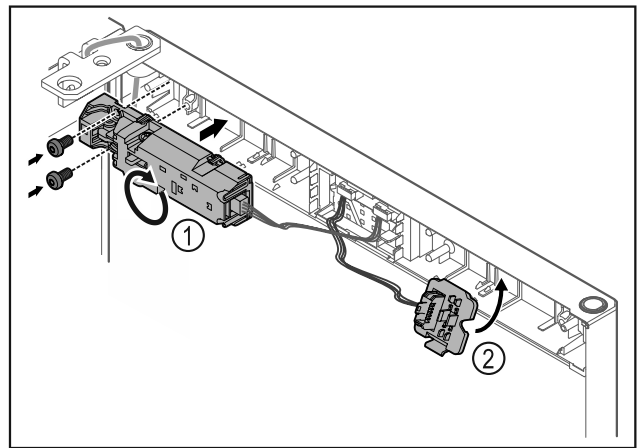

Fig. 25
- Fernschloss Fig. 25 (1) um 180° drehen und auf Gegenseite befestigen.
- Steckerhalterung Fig. 25 (2) auf Gegenseite einrasten.\*